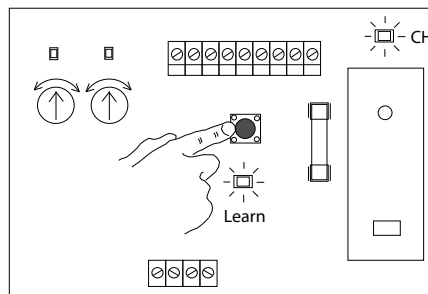

Abb. 4.8.3
Drücken Sie den roten Knopf 4 Mal (innerhalb von 3 Sekunden) zum Wechseln des Funkkanals. Der Wechsel wird durch die grüne LED (CH) bestätigt. Siehe Abb. 4.8.3.